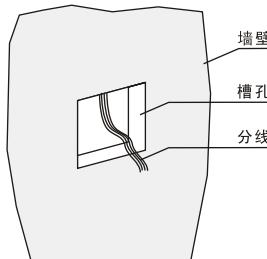

图 1
1. 在距地面145cm处按86盒尺寸在墙上开一槽孔（见图1）。